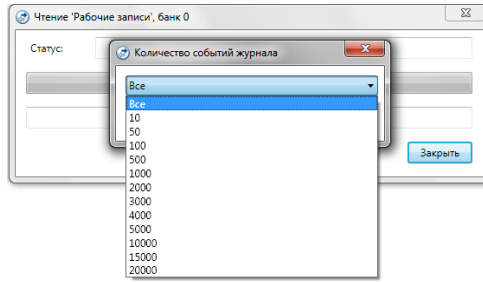

Рис. 51 Выбор количества событий журнала для чтения
- ✓ Далее в открывшемся окне необходимо выбрать количество записей, которое будет считано с терминала (рис. 51).